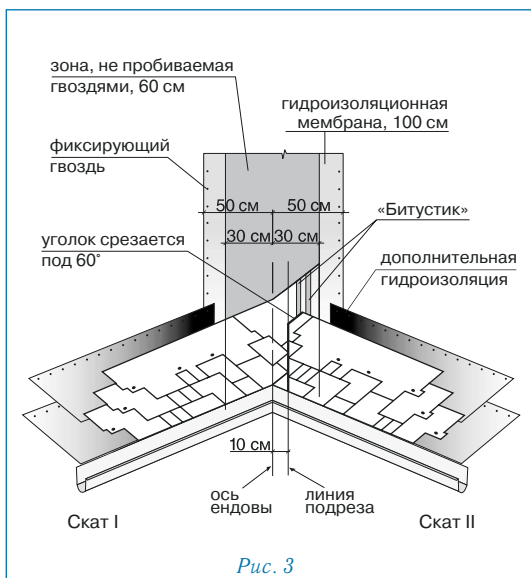

Рис. 3
Ендова (рис. 3)
- на прилегающем скате (II) вдоль оси ендовы на расстоянии 30 см от нее отбивается линия;
- лист, подходящий к ендове со ската II, должен доходить до линии подрезки и обрезаться по ней. Верхний уголок обрезанного края листа подрезается под углом 60° (5 x 3 см — рис. 3);